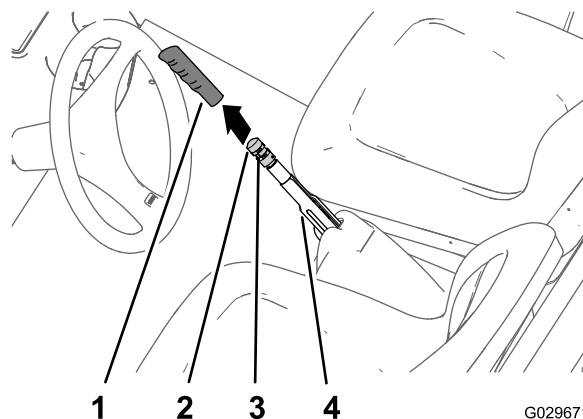

Figura 63
1. Rimuovete l'impugnatura dalla leva del freno di stazionamento (Figura 63).
2. Allentate la vite a pressione che fissa la manopola di regolazione del freno alla leva del freno di stazionamento (Figura 63).
3. Ruotate la manopola di regolazione del freno fino a raggiungere una forza pari a 133–156 N per inserire la leva del freno di stazionamento (Figura 63).
4. Serrate la vite a pressione e montate l'impugnatura (Figura 63).
2. Allentate la vite di fermo (Figura 63) che fissa la manopola di regolazione del freno alla leva del freno di stazionamento, disinserite il freno di stazionamento e allentate la manopola di regolazione del freno.
5. Ruotate la manopola di regolazione del freno (Figura 63) fino a quando non è necessaria una forza pari a 133–156 N per inserire la leva del freno di stazionamento.
- C. Ruotate la manopola di regolazione del freno (Figura 63) fino a quando non è necessaria una forza pari a 133–156 N per inserire la leva del freno di stazionamento.
- Serrate la vite a pressione e montate l'impugnatura (Figura 63).